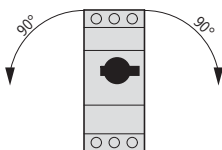

Abbildung 7: Zugelassene Einbaulage für Motorschutzschalter PKZM4/XTPR...DC1
- Montieren Sie den Motorschutzschalter nur wie in Abb. 7 dargestellt.